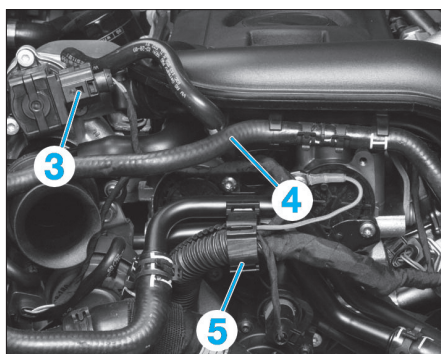

Fig. 48
- Débrancher le connecteur de la vanne de recyclage d'air du turbocompresseur (3) (Fig.48).
- Décrocher les flexibles (4) et ouvrir l'agrafe (5).